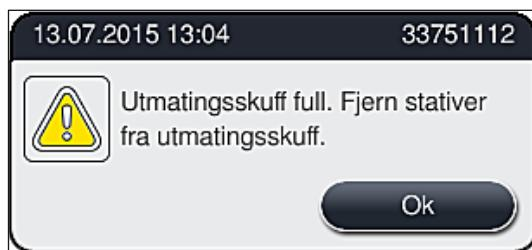

Fig. 86
- Utmatingsskuffen må åpnes, og stativene må tas ut senest når du ser varslemeldingen om at utmatingsstasjonen er helt full (→ "Fig. 86"). Hvis varslemeldingen ignoreres, kan ikke stativene transporteres videre til utmatingsstasjonene. Avvikende trinttider og forsinkelser i fargeprosessen kan endre og i verste fall gjøre fargeresultatene ubrukelige.